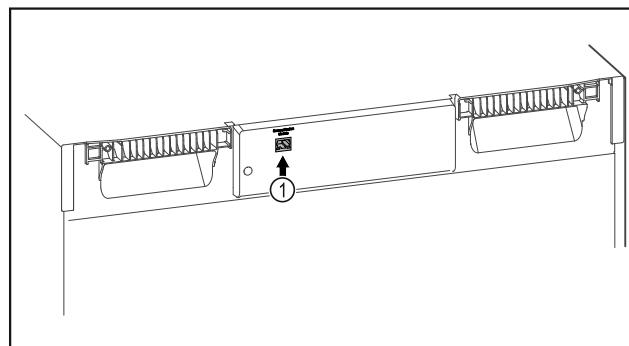

Fig. 157
- SmartModule Fig. 157 (1) ist eingesetzt.